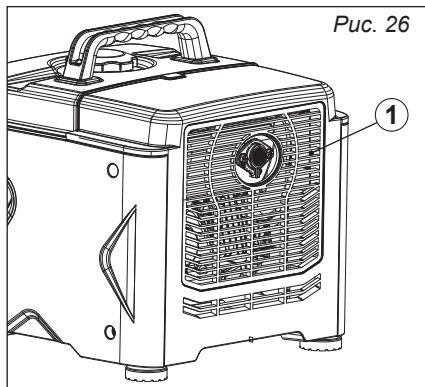

Рис. 26
1. Отсоедините заднюю крышку генератора ①, рис. 26.